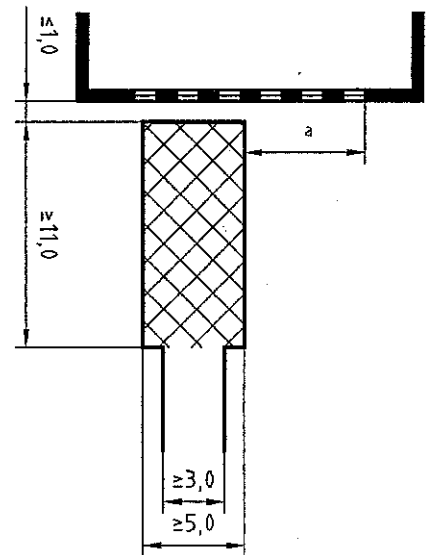

Bild 3
- bei Aufstellflächen rechtwinklig zu Außenwänden dürfen diese keinen größeren Abstand als 1 m zur Außenwand haben. Der Abstand zwischen der Außenseite der Aufstellfläche und der entferntesten seitliche Begrenzung der zum Anleitern bestimmten Stelle darf höchstens 9 m; bei mehr als 18 m Brüstungshöhe höchstens 6 m betragen. (siehe Bild3).